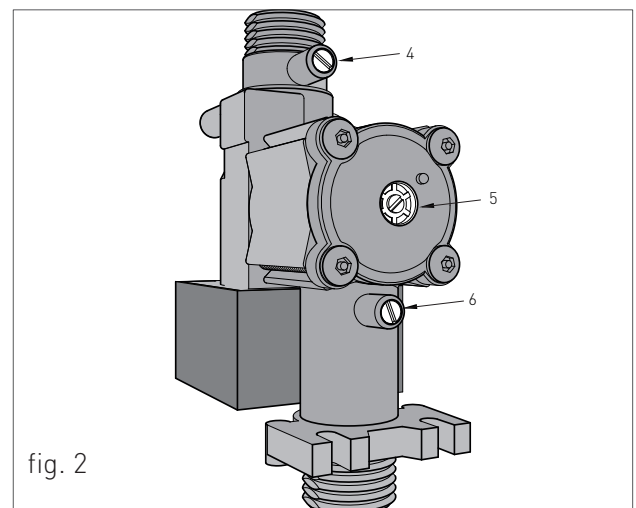

fig. 2
- > controllare che la vite '5' (fig.2) sia completamente avvitata.
- › agire sul selettore SW1C ('2' fig.2) della scheda elettronica, estraendolo dalla posizione OFF e inserendolo nella posizione ON (vedi fig.2).
- › allentare la vite nella presa di pressione uscita gas, della valvola gas (vedi 4 - fig.2 al capitolo 'VERIFICA E TARATURA DELLE PRESSIONI GAS'), e inserire il manometro.